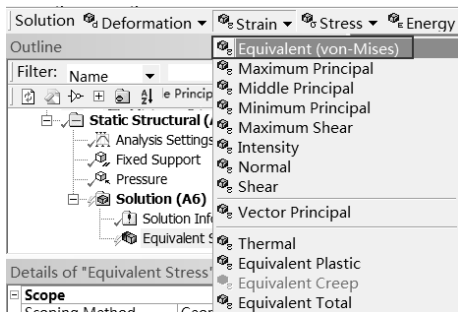

图 5-27 添加等效应变选项
Step3：同 Step2，选择 Solution 工具栏中的 Strain（应变） Equivalent（von-Mises）命令，如图 5-27 所示，此时在分析树中会出现 Equivalent Elastic Strain（等效应变）选项。